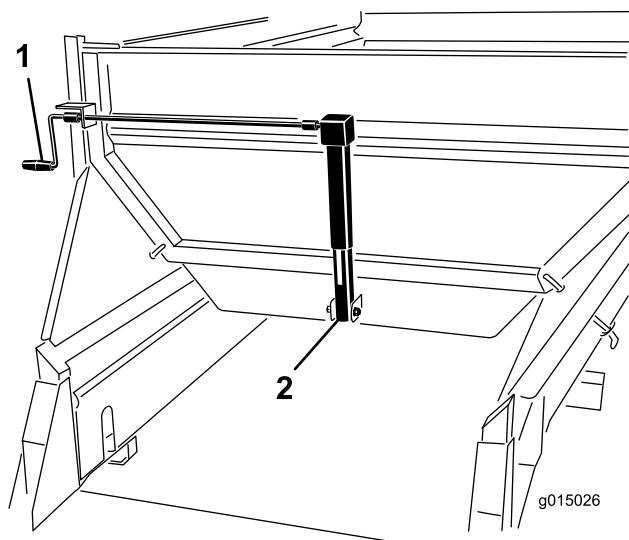

Figure 46
Tournez la manivelle pour régler la trappe (Figure 46) jusqu'à ce que la flèche soit alignée sur le centre de la couleur voulue (jaune dans notre exemple).
1. Tournez la manivelle pour régler la trappe (Figure 46) jusqu'à ce que la flèche soit alignée sur le centre de la couleur voulue (jaune dans notre exemple).